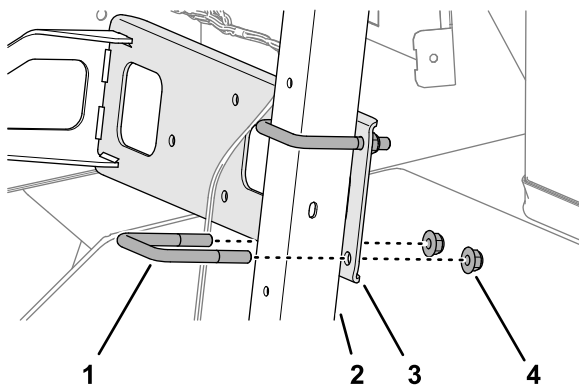

図 76
4. 2本の U ボルト ($\frac{3}{8}$ ") と4つのフランジロックナット ($\frac{3}{8}$ ") を使って、マニホールドマウントをダッシュサポートチューブ (図 76) に仮止めします。